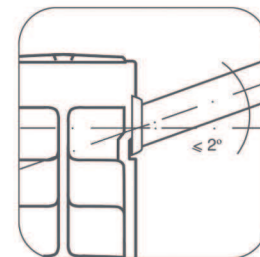

Рис. 3
**!** Во избежание аварии допустимо отклонение оси коллектора радиатора от подводящих труб не более 2° (рис. 3).